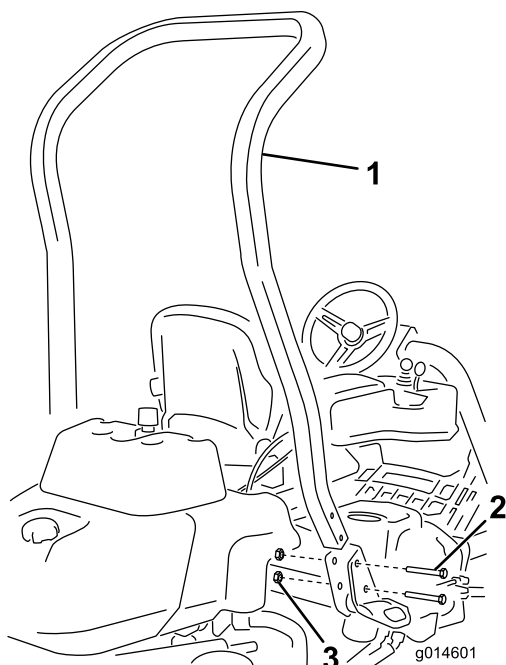

図 3
3. 機体の左右にあるポケットにROPSを差し込み、ボルト1/2 x 3-3/4 インチ4本とフランジナット4本1/2 インチで固定する 図 3。